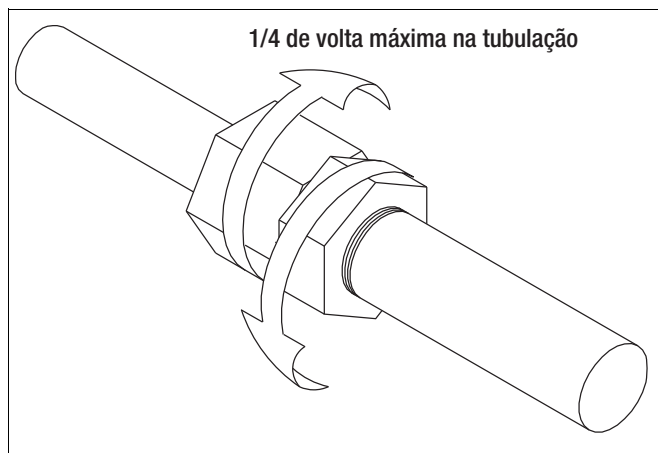

Figura 11. Afrouxamento da porca de travamento
4. Solte o conjunto de rebitagem no tubo da coluna desaparafusando o parafuso de fixação no lado da porca de travamento e, em seguida, retirando a porca de travamento (consulte a Figura 11).